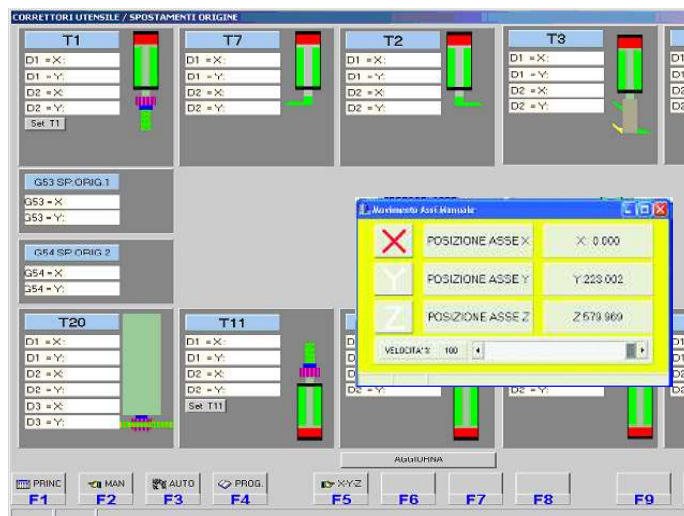

Fig. 11
j) Premere il tasto "F5 X-Y-Z" per attivare la finestra di movimentazione assi. Fig. 11.
j) Click on key "F5 X-Y-Z" to start the axis movement window. Fig. 11.
j) Pulsar la tecla "F5 X-Y-Z" para activar la ventana de desplazamiento ejes. Fig. 11.
j) Cliquer sur le bouton « F5 X-Y-Z » pour activer la fenêtre de déplacement des axes (fig. 11).